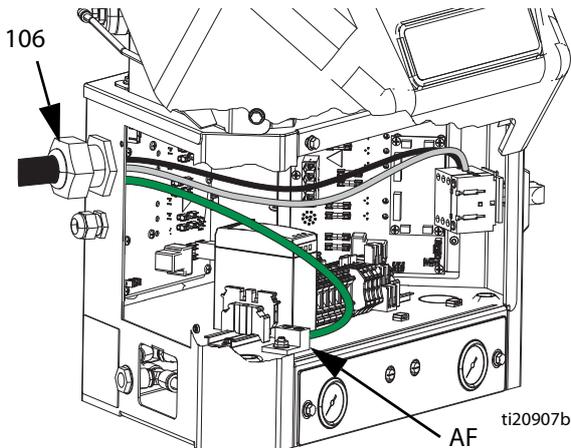

Рис. 14
**ПРИМЕЧАНИЕ.** Установленная втулка (106) компенсатора натяжения подходит к электрическому шнуру, наружный диаметр которого составляет 13,98–32 мм. См. Рис. 14. При необходимости гаечным ключом затяните втулку компенсатора натяжения, чтобы она полностью прилегала к кабелю.
5. Вставьте электрический шнур во втулку (106) компенсатора натяжения для электрического блока. См. Рис. 14 на стр. 20.
7. Подключите заземляющий провод к заземлению на шасси (AF). См. Рис. 14.